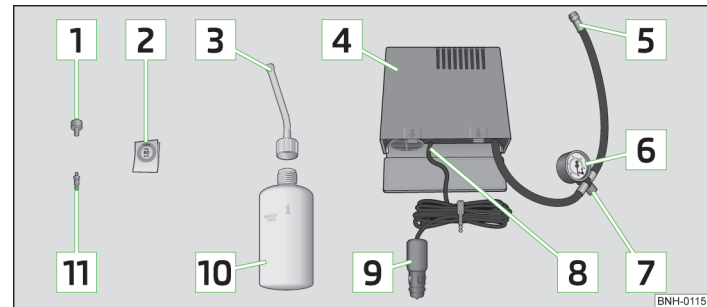

Abb. 116 Bestandteile des Pannensets
Der Ventileinsatzdreher **1** » Abb. 116 hat am unteren Ende einen Schlitz, in den der Ventileinsatz passt. Nur so kann der Ventileinsatz aus dem Reifenventil heraus- und wieder hineingedreht werden. Das gilt auch für den Ersatz-Ventileinsatz **11**.
- Den Aufkleber **2** » Abb. 116 » Seite 153 auf die Schalttafel im Sichtfeld des Fahrers kleben.
- Die Reifenfüllflasche **10** » Abb. 116 » Seite 153 einige Male kräftig hin und her schütteln.
- Den Reifenfüllschlauch **5** » Abb. 116 » Seite 153 des Luftkompressors fest auf das Reifenventil schrauben.